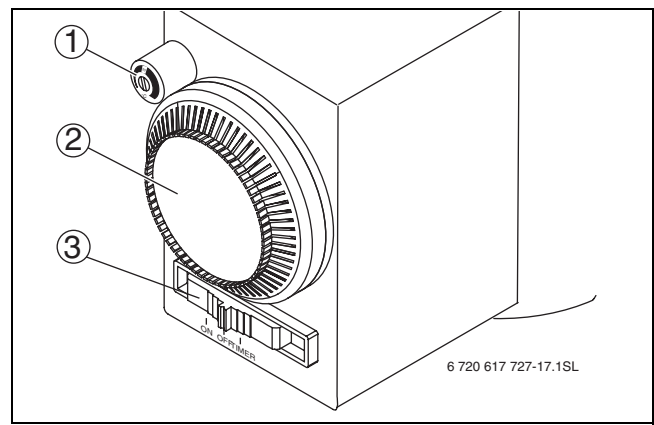

Bild 14 Zeitschaltuhr an der Zirkulationspumpe
- ▶ Betriebsartenschalter [3] an der Zeitschaltuhr auf „ON“ stellen (→ Bild 14).